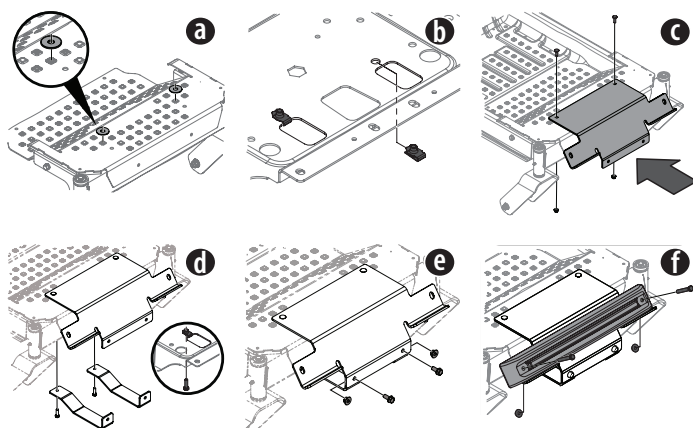

Figure 18
7. Placez le contrepoids (719-04271A) sur le support (703-11046) et faites aligner les encoches. Fixez le contrepoids avec deux boulons hexagonaux (710-0859) et deux écrous autobloquants à bride (712-04217). Voir Figure 18.